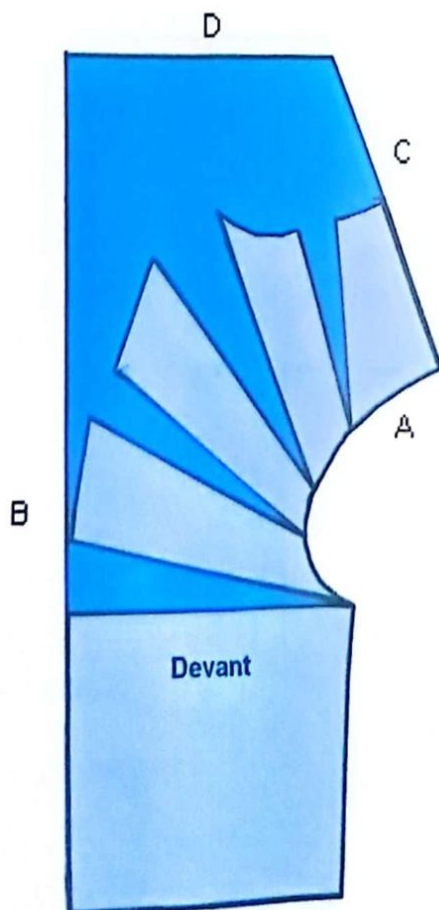

FIG. 8
- 4) Déplacez et décalez les différentes pièces découpées sur le côté supérieur du corsage vers le haut de quelques centimètres en maintenant la ligne d'emmanchure telle qu'elle est (A dans fig.8).
- 5) Prolongez la ligne milieu devant vers le haut (B dans fig.8).
- 6) Prolongez la ligne de l'épaule de la valeur de petits plis souhaitée (C dans fig.8).
- 7) Joignez la ligne de l'épaule et la ligne milieu devant perpendiculairement (D dans fig.8).